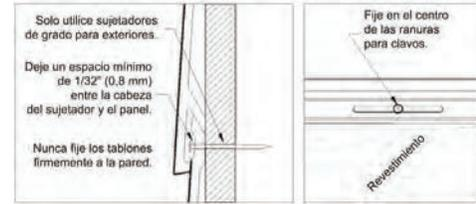

Figura 5
- Everlast es un sistema de revestimiento flotante que se adapta a la expansión y contracción lateral dentro de molduras con bolsillo. Por lo tanto, nunca debe clavar con fuerza los tablones de revestimiento firmemente a la pared (Figura 5).
- Siempre fije los tablones de revestimiento a través del centro de las ranuras para clavar preperforadas (Figura 5).
- Deje siempre un espacio mínimo de 1/32" (0,79 mm) entre la cabeza del clavo y el reborde de clavos (Figura 5).
- Asegúrese de que los sujetadores sean lo suficientemente largos para penetrar como mínimo 3/4" (1,9 cm) más allá del entablado. Nota: Sujételo a los montantes cuando sea posible (Figura 5).